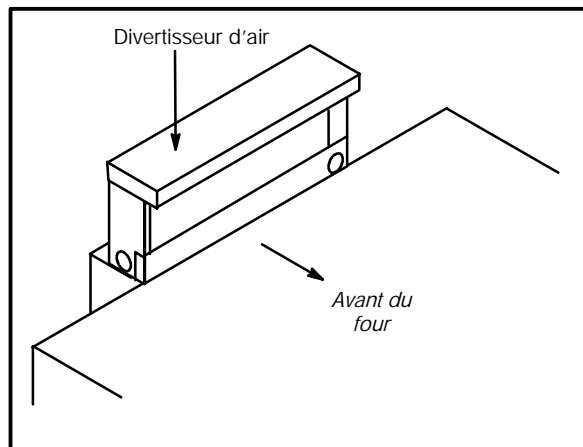

Figure 24
1. Placer le déviateur au-dessus du connecteur de cheminée avec la partie ouverte tournée vers l'avant du four. Voir Figure 24.